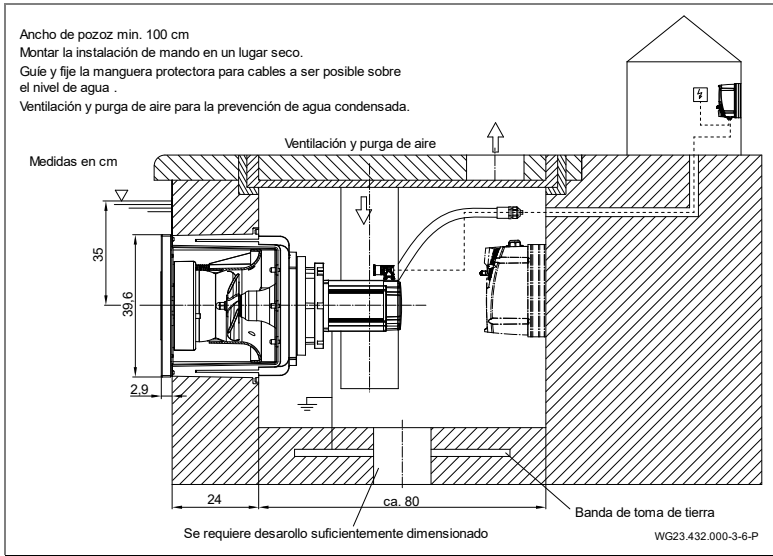

Fig. 17
1. Engrase el empalme (d, (Fig. 17)) en la carcasa de plástico (1) y el conector hembra de conexión de la manguera protectora para cables (12) con limpiador PVC-U/ABS.